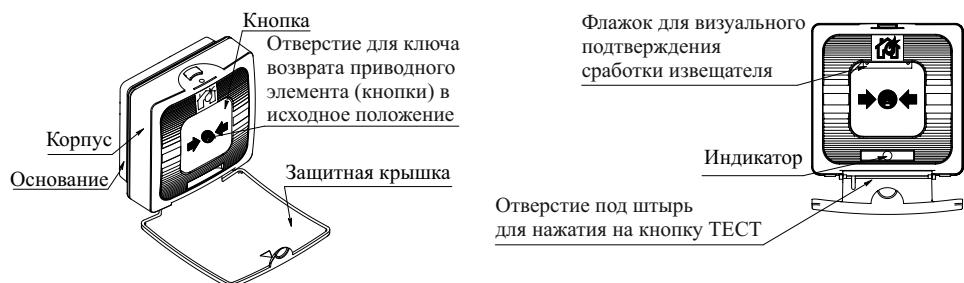

Рисунок 1
2.1 ИПР передает тревожный сигнал «Пожар» по адресной линии связи (далее – АЛС) в прибор при нажатии на приводной элемент (кнопку) с усилием выше 25 Н. При этом появляется флагок желтого цвета (рисунок 1), что обеспечивает визуальное подтверждение сработки извещателя. После снятия усилия кнопка извещателя остается в нажатом положении. Для возврата кнопки в исходное положение применяется ключ, входящий в комплектность.